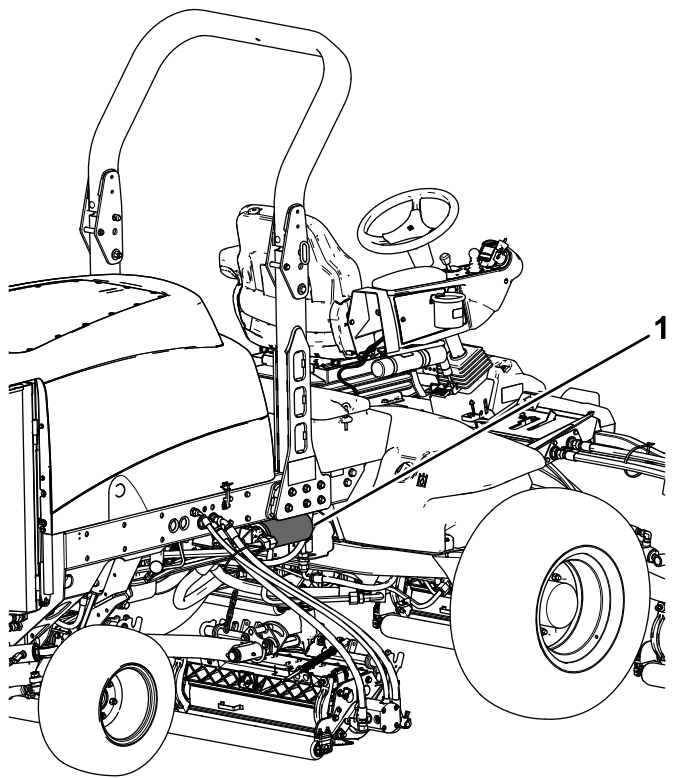

Figura 82
3. Coloque um recipiente de escoamento debaixo do filtro e retire o filtro (Figura 81 e Figura 82).